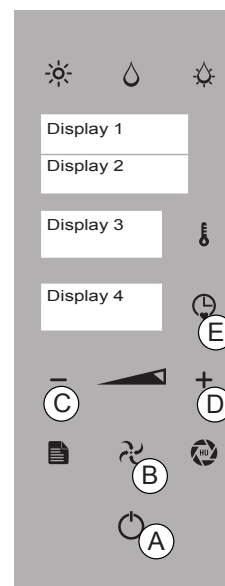

Fig. 7
1. Pressionar a tecla de “ENVIO” e pressionar contemporaneamente as teclas “ENVIO”, “VENTOINHA” e “MENOS” (Fig. 7/A+B+C).
2. Pressionar a tecla “MAIS” (Fig. 7/D) e a tecla “ENVIO” para selecionar a função “PARÂMETROS” (Fig. 7/A - Ecrã 1).
3. Pressionar várias vezes a tecla “MAIS” para selecionar a função “COIFA DE ASPIRAÇÃO” (P11 - Fig. 7/D).
4. Pressionar a tecla “TEMPO” (Fig. 7/E) e com a tecla “MAIS” configurar o valor em “1”.
5. Para memorizar o parâmetro, pressionar a tecla “TEMPO” (Fig. 7/E).
Manter pressionada por duas vezes a tecla de “ENVIO” (Fig. 7/A) para sair das funções e ir à modalidade “STAND BY”.